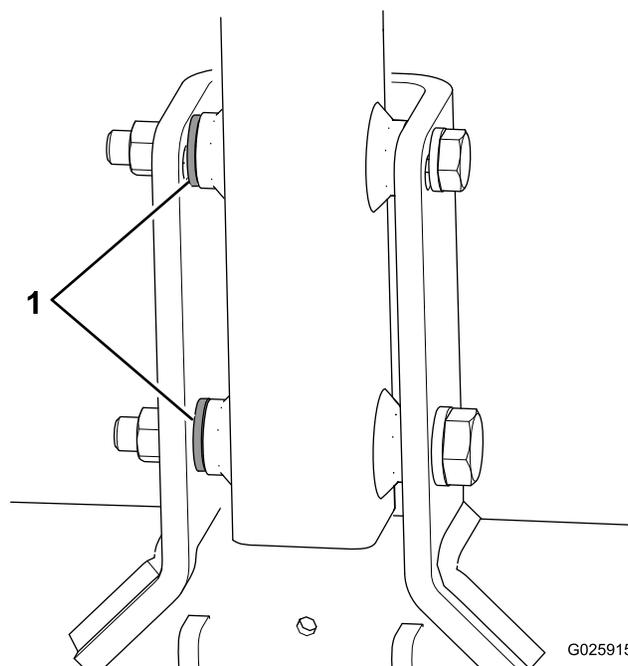

Figure 5
- Si chaque boulon de votre machine est muni d'une 3ème rondelle, utilisez ces rondelles comme entretoises entre l'attelage et l'intérieur du support de pivotement de l'attelage (Figure 5).